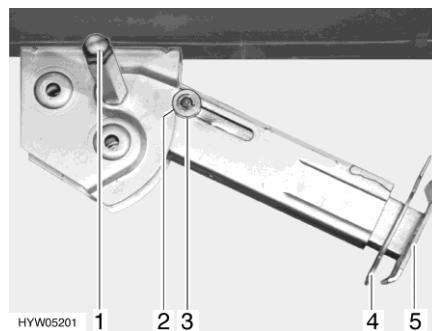

Fig. 41 Apoyo de elevación
- Colocar la llave de vaso en el hexágono (Fig. 41,1) y girarla hasta que el apoyo de elevación quede verticalmente hacia abajo.
- Extraer la clavija hendida (Fig. 41,4) de la prolongación del pie de apoyo (Fig. 41,5).
- Colocar la llave de vaso en el hexágono (Fig. 41,1) y girarla hasta que el apoyo de elevación esté de nuevo libre del suelo.
- Introducir totalmente la prolongación del pie de apoyo (Fig. 41,5) e introducir la clavija hendida (Fig. 41,4) en el orificio previsto para ello que hay en la prolongación del pie de apoyo.
- Girar con la llave de vaso en el hexágono (Fig. 41,1) hasta que el apoyo de elevación bascule hacia arriba y la arandela de guía (Fig. 41,3) esté totalmente introducida en la entalladura (Fig. 41,2).